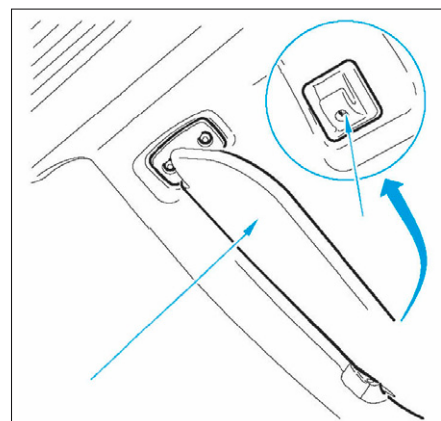

FIG. 72
- Déposer les pare-soleils de chaque côté ainsi que leurs support (Fig.72).